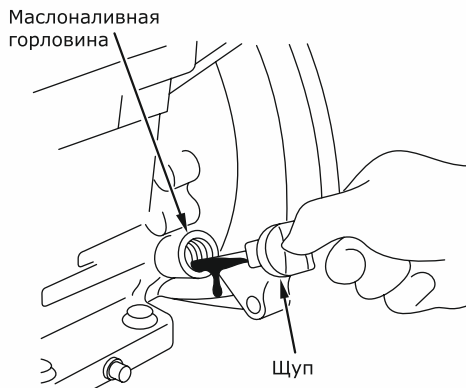

Рис. 3
- Каждый раз перед запуском двигателя и через каждые пять часов работы двигателя проверяйте уровень масла. Поддерживайте уровень масла между отметками **Min** и **Max** на масляном щупе или по краю маслониливной горловины (рис. 3).